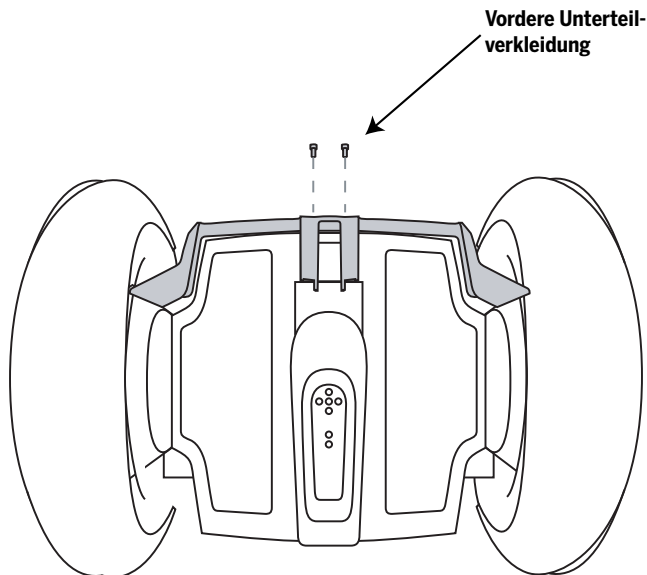

Abbildung 1. Schrauben der Verkleidung entfernen
2. Entfernen Sie die (2) Schrauben mit einem 4-mm-Inbusschlüssel von der vorderen Unterteilverkleidung. Siehe Abbildung 1.